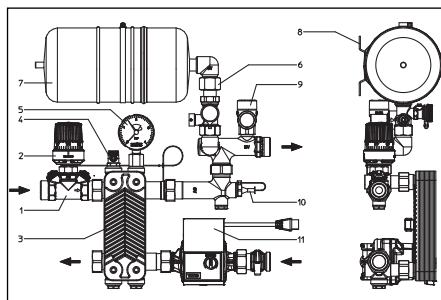
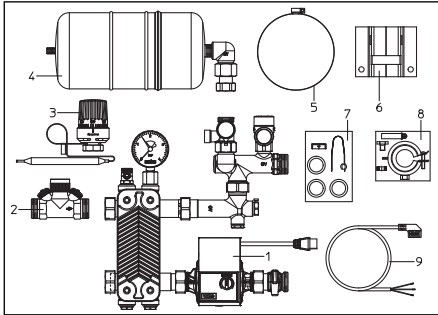

Fig. 5.1 Vue d'ensemble «Regufloor HX»
Fig. 6.1 Fourniture
- Monter le robinet de réglage «Hycococon HTZ» (pièce 2, fig. 6.1) sur l'aller, du côté primaire de l'ensemble (pièce 1, fig. 6.1).
- Monter l'ensemble pré-monté (pièce 1, fig. 6.1) dans le coffret à l'aide du jeu de montage (pièce 8, fig. 6.1).
- Visser le vase d'expansion à membrane (pièce 4, fig. 6.1) sur le robinet à chape plombable (pièce 6, fig. 5.1) et le fixer au rail du coffret à l'aide du collier et de la plaque de fixation (pièces 5 et 6, fig. 6.1).
- Visser le régulateur de température (pièce 3, fig. 6.1) sur le robinet de réglage «Hycococon HTZ». Introduire la sonde dans la douille plongeuse montée sur l'aller du côté primaire (pièce 10, fig. 5.1) et la fixer à l'aide de la vis en veillant à ce que le tuyau capillaire ne soit ni plié, ni aplati.